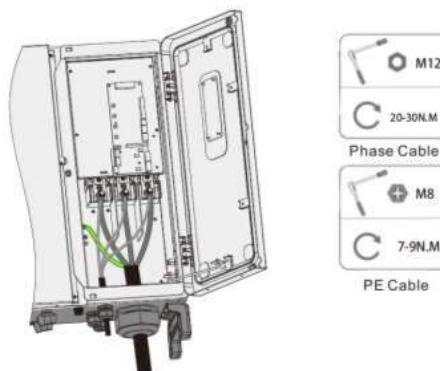

Fig. 4-51 Fije el cable
6. Fije el cable al terminal correspondiente (Fig. 4-51).